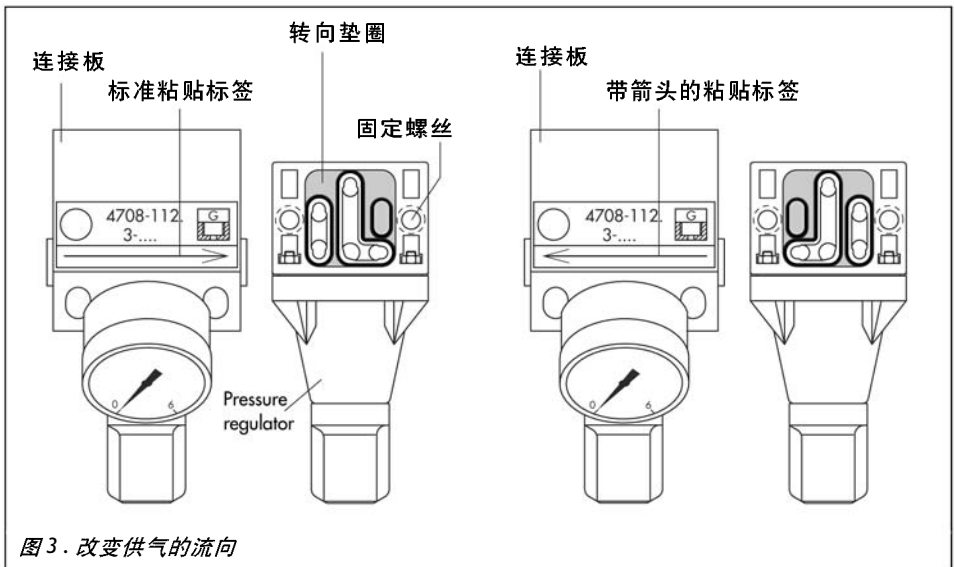

图3. 改变供气的流向
2. 拿下转向垫圈, 将它转 180 度并重新按如图 3 所示的位置放好.